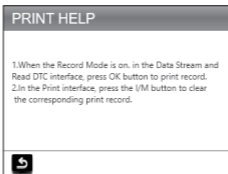

Figura 9.1.4
4. Selezionare AIUTO STAMPA (Figura 9.1.4) e premere [OK] per visualizzare le istruzioni per la stampa dei rapporti di prova.